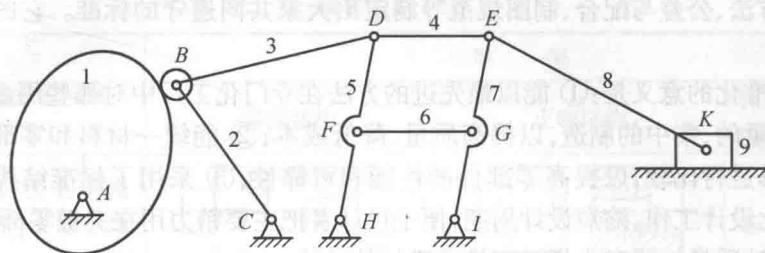

图 2.1
**例 2.1** 如图 2.1 所示,已知:  $DE = FG = HI$ , 且相互平行;  $DF = EG$ , 且相互平行;  $DH = EI$ , 且相互平行。计算此机构的自由度(若存在局部自由度、复合铰链和虚约束,请指出)。